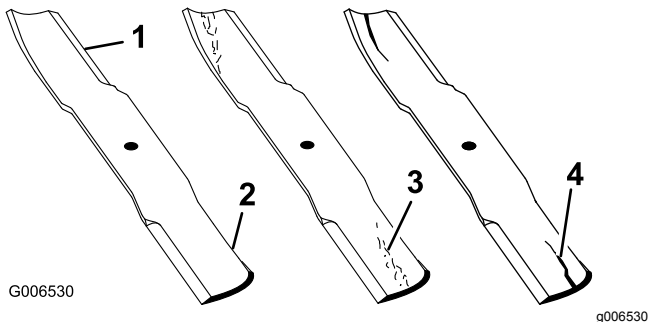

Рисунок 60
1. Осмотрите режущие кромки (Рисунок 60).
4. При обнаружении признаков повреждения, износа или образования зазора в этой области немедленно замените нож (Рисунок 60).